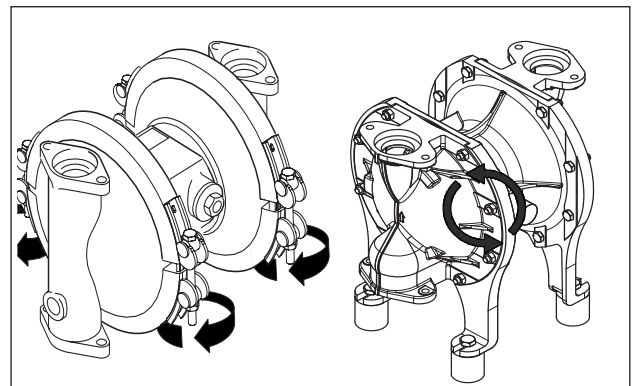

Abb. 9: Spannbänder öffnen oder Schrauben lösen (bei geschraubter Pumpenausführung).
- Spannbänder lösen (um Festsetzen der Edelstahlmutter und -bolzen zu vermeiden, ggf. ölen) (Abb. 9). Bei den Edelstahl polierten Versionen (DL, DH) Milchrohrverschraubung öffnen.